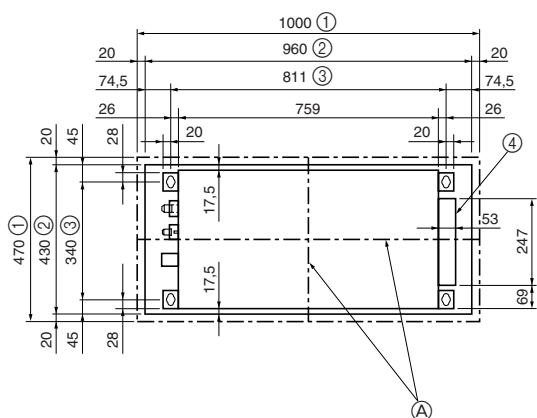
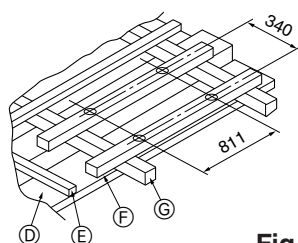

Fig. 2-3
Fig. 2-4
2.3. Расположение отверстия в потолке и навесных болтов (Fig. 2-3)
- ① Внешняя сторона решетки
- ② Отверстие в потолке
- ③ Угол наклона болта
- ④ Электрокоробка
① Деревянные конструкции (Fig. 2-4)